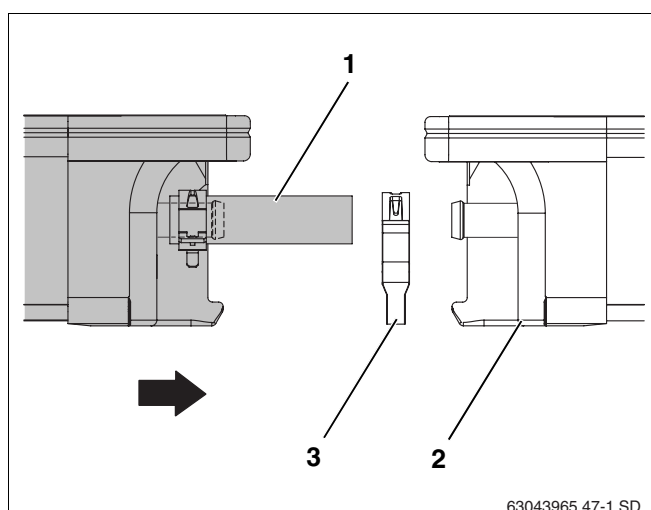

Fig. 49 Se împinge al doilea colector lângă primul
- Poziționarea celui de-al doilea colector cu furtunele solare premontate (Fig. 49, **Poz. 1**) pe șinele profilate și glisarea în siguranțele împotriva alunecării.
- Se împinge al doilea colier cu arc (Fig. 49, **Poz. 3**) pe furtunul solar.
- Colectorul se poziționează în comparație cu primul astfel că (Fig. 49, **Poz. 2**) furtunele solare premontate să poată fi împinse pe racordurile din partea stângă ale primului colector.